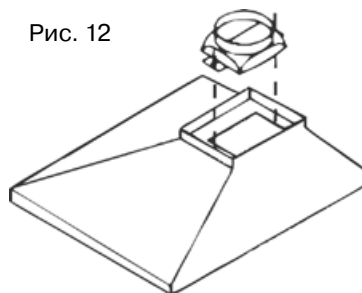

Рис. 11
6. Если Ваша вытяжка будет работать в режиме рециркуляции, на короб мотора необходимо установить угольные фильтры (в комплект поставки не входят) (рис. 9). При этом режиме установка воздуховода на вытяжку не требуется. Рис. 11
8. Поместите внутренний декоративный короб в наружный (для модели Bella 3P). Установите наружный короб на корпус вытяжки и закрепите его винтами. Внутренний короб поднимите вверх до со вмещения узлов крепления короба и планки и соедините их винтами (рис. 11).